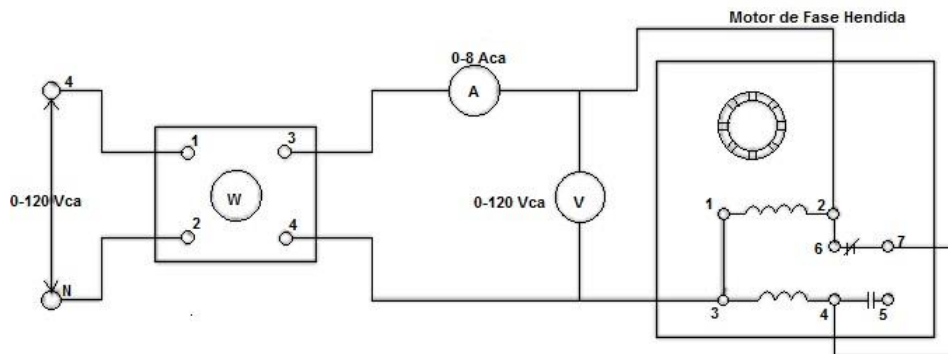

Figura 1
1. Use los Módulos EMS de motor monofásico fase hendida/arranque por capacitor, medición de c-a, vatímetro y fuente de energía, para conectar el circuito que aparece en la figura 1. Use cables cortos para unir las terminales 1 a 3, 2 a 6 y 4 a 7, en el módulo de motor. (Ahora, el motor ha quedado conectado para funcionar en fase hendida).